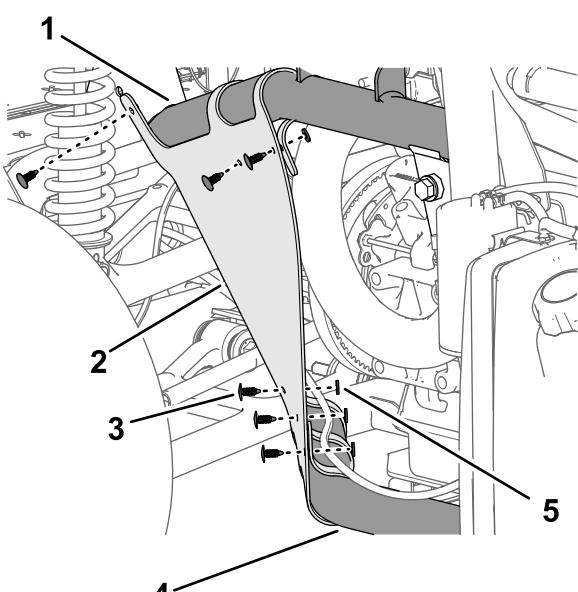

Рисунок 216
3. Совместите отверстия в крыле с отверстиями в раме машины, как показано на Рисунок 216.
2. Прикрепите внутренний кожух крыла к трубам рамы с помощью 6 вставных держателей (Рисунок 216).